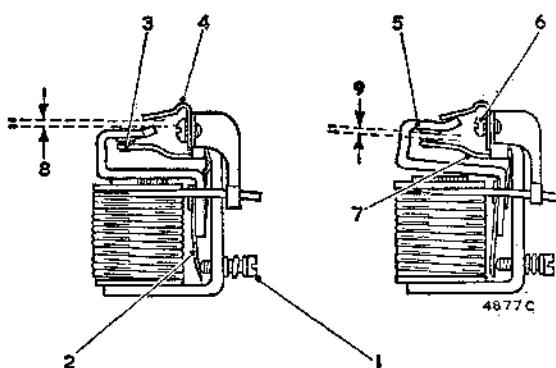

Fig. N.6
- (3) Desenroscar el tornillo de ajuste del disyuntor hasta que esté libre del muelle tensor de la armadura. Aflojar los tornillos de fijación de la armadura.
- (4) Presionar para bajar la armadura contra el núcleo metalizado de cobre y apretar los tornillos de fijación.
- (5) Curvar el brazo de tope de la armadura hasta que la distancia entre el mismo y la lengüeta sea de 0,76 mm. al presionar de frente la armadura contra la cara del núcleo. (8. Fig. N.6).
- (6) Curvar la laminilla de contacto fijo para que haya una distancia de 0,25 a 0,50 mm. entre los puntos de contacto cuando la armadura esté suelta.
- (7) Volver a colocar el tornillo de ajuste del disyuntor.